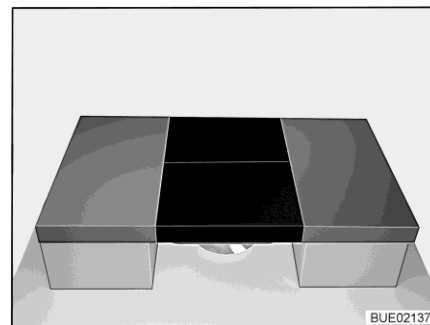

Fig. 173 Dopo la trasformazione
- Posizionare due cuscini aggiuntivi sul tavolo (vedi Fig. 173).